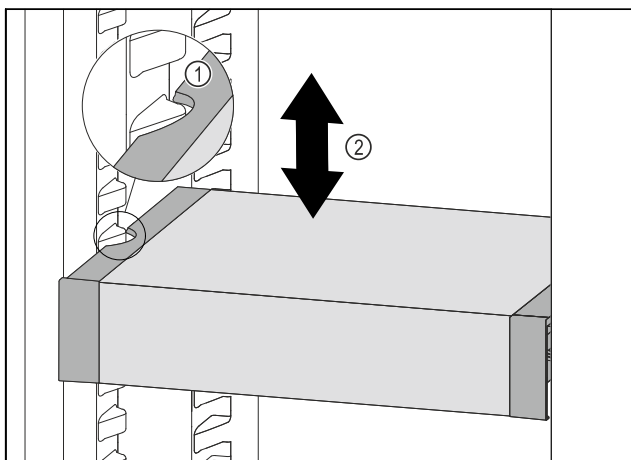

Fig. 35
- ▶ Изтеглете VarioSafe напред, докато страничните прорези на VarioSafe се намират на височината на реброто на съда в хладилната част. Fig. 35 (1)
- ▶ Преместете VarioSafe нагоре или надолу в хладилната част, докато се достигне желаната височина. Fig. 35 (2)